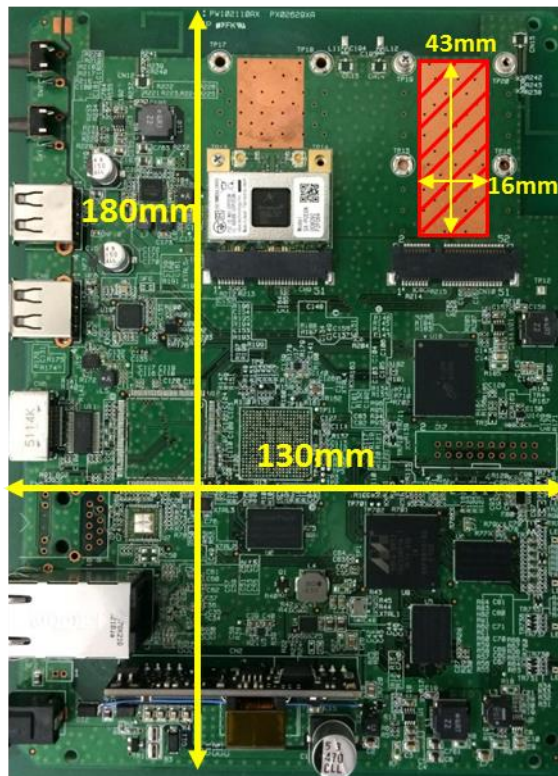

図 1 ベースボード AP-500AC Fig 1 The baseboard AP-500AC
- ・ PCB サイズ PCB size : 180mm X 130mm (図 1 参照 refer Fig.1)
- ・ 放熱パッドサイズ Thermal dissipation pad size : 43mm X 16mm (図 1 参照 refer Fig.1)